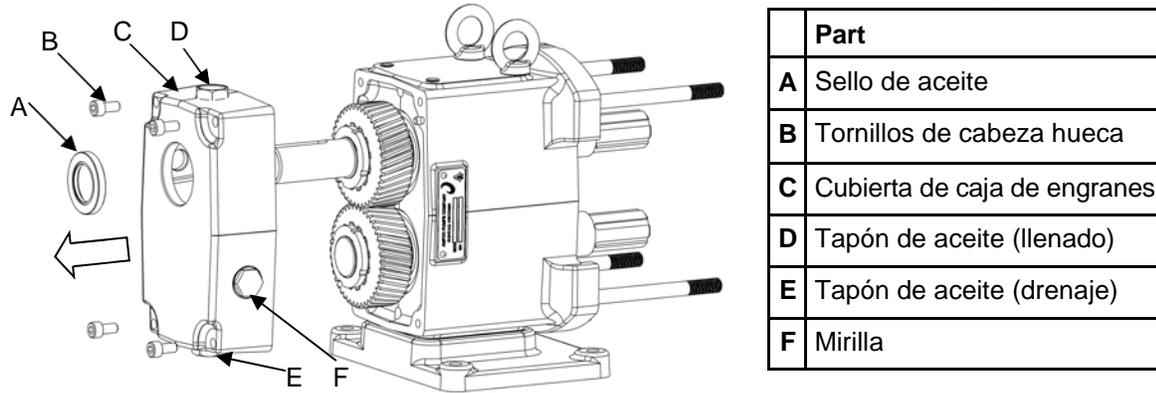

Figura 42: Desensamblaje de la caja de engranes (cubierta de la caja de engranes)
1) Retire la cabeza de la bomba como se describe en la página 16 (Desensamblaje de la bomba). Retire el tapón de aceite inferior y drene el aceite de la caja de engranes (retire el tapón de llenado de aceite para un drenaje más rápido). Retire los cuatro tornillos de cabeza hueca de la cubierta de la caja de engranes y deslice la cubierta fuera del eje motriz (Figura 42). Si la cubierta está atascada, use un mazo suave para golpear alrededor de los bordes hasta que se libere. Con una regla, retire la junta líquida usada para sellar la cubierta de la caja de engranes. Retire y deseche el sello de aceite de la cubierta con una prensa de husillo.